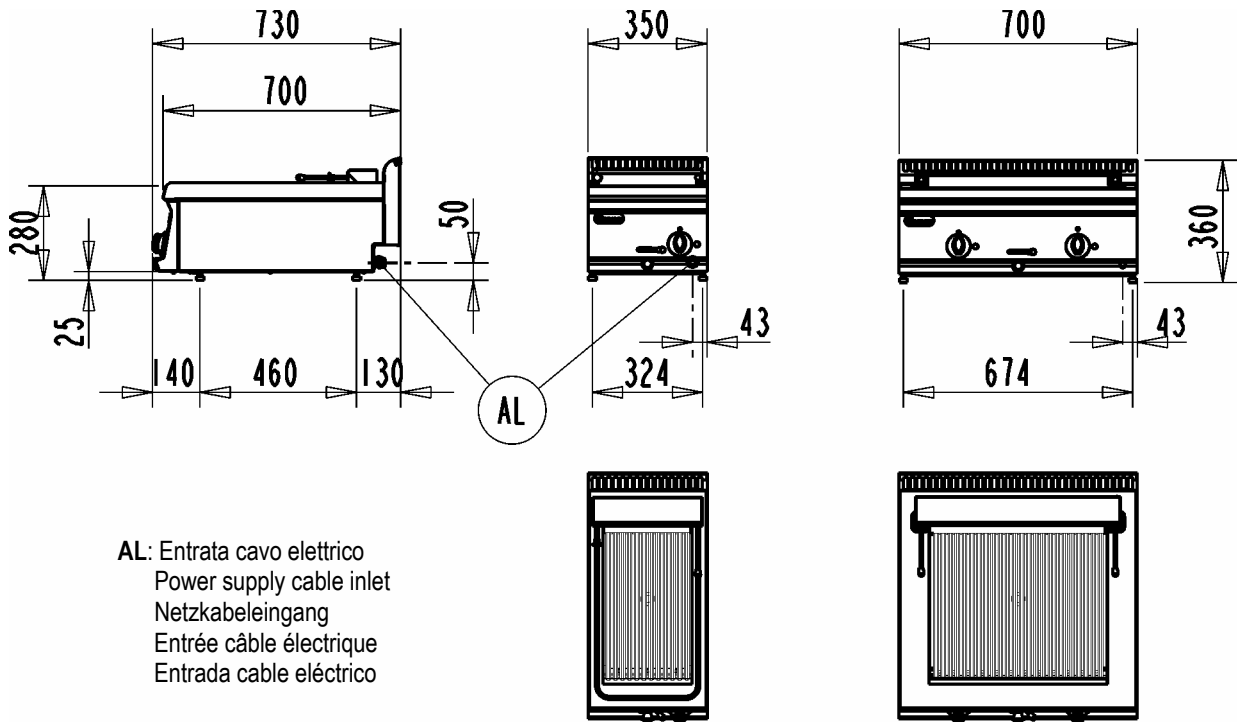
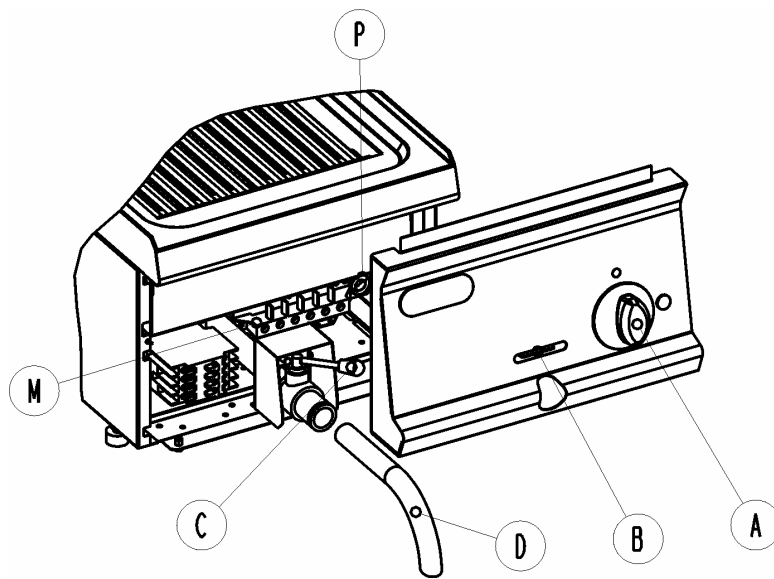

Fig.1
Fig.2
Il cavo non deve essere posizionato vicino a fonti di calore; l'ambiente circostante al cavo non deve superare la temperatura di 50°C, deve essere protetto da un tubo metallico o di plastica rigida. L'apparecchio è fornito senza cavo d'alimentazione, quest'ultimo non dovrà presentare caratteristiche inferiori a H07 RN-F e dovrà avere una sezione minima come specificato in tabella (fig.1).
Per accedere alla morsettiera "M" (fig.2) rimuovere il cruscotto svitando le viti poste nella parte inferiore del pannello stesso.
Prestare attenzione a far passare il cavo attraverso il passacavo "P" (fig.2) vicino alla morsettiera, tenere inoltre il cavo in appoggio sul fondo bloccandolo con l'apposito pressacavo "AL" (fig.1).
- Ruotare la manopola "A" (fig.2) facendo collimare l'indice del cruscotto con la gradazione corrispondente alla temperatura di cottura desiderata.
- Innestare e bloccare il tubo "D" (fig.2) nel foro dello scarico verso il basso.
- Sollevare la levetta "B" (fig.2) e spingere la leva "C" (fig.2) da destra verso sinistra per scaricare l'acqua della vasca.
The power lead must not be installed anywhere near heat sources and the temperature of the place in which the cable is installed must not rise above 50°C. The cable must be protected by a rigid metal or plastic tube. The appliance is supplied without a power cable. The electric cable used to supply power to the appliance must at least meet H07 RN-F standards. It must have the minimum section indicated in the table (fig.1).
To reach terminal board "M" (fig.2), remove the control panel by loosening the screws on the lower part of the panel.
Make sure you slide the cable through the relevant hole "P" (fig.2) near the terminal board, hold the cable in place until you can block it with cable clamp "AL" (fig.1).